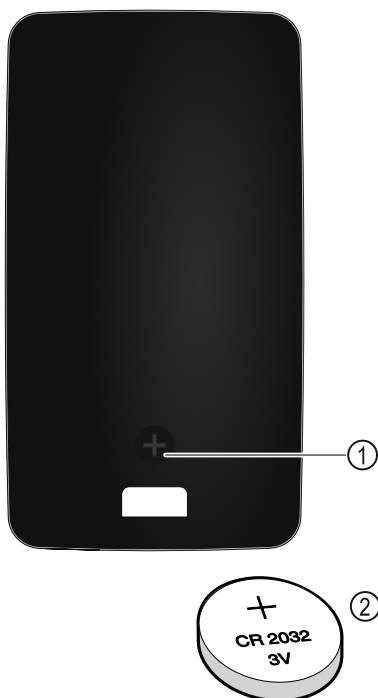

Fig. 230
Strømforsyningen til fjernstyringen sker via et batteri af typen CR 2032 med 3 V Fig. 230 (2), som kan fås hos faghandleren.
- ▶ Skru skruen Fig. 230 (1) ud på bagsiden af fjernbetjeningen.